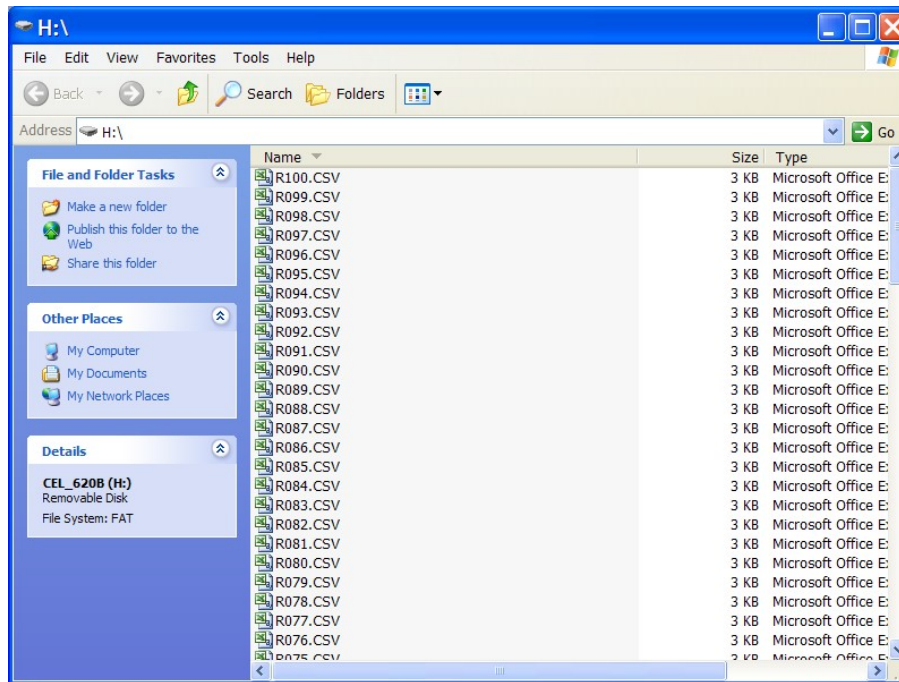

Figura 16 Ficheiros dos Dados da Medição
I. EXTRACÇÃO DE DADOS (Consultar Figura 16)